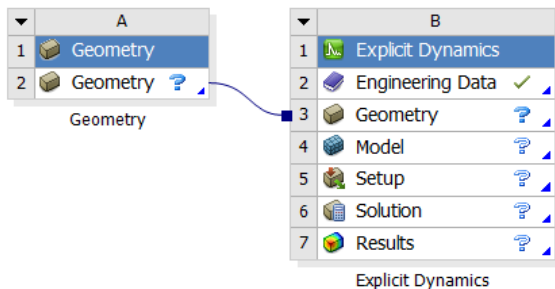

图 10-2 创建分析项目
- 步骤 01** 在主界面中建立分析项目，建立的项目包括几何模型项目 A、瞬态动力学分析项目 B，如图 10-2 所示。